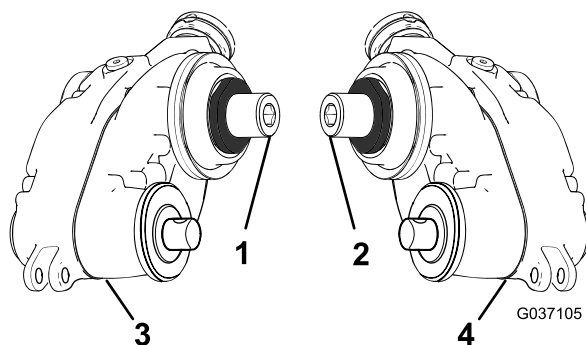

Figure 8
1. Identifiez les boîtiers d'entraînement des groomers côtés gauche et droit ; voir Figure 8.